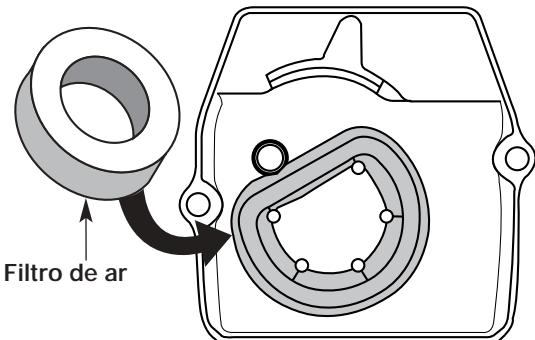

Fig. 22
- Retire o filtro de ar na traseira do cárter de filtro de ar/escape (Fig. 22).
- Coloque o filtro de ar no cárter do filtro de ar/escape (Fig. 22).